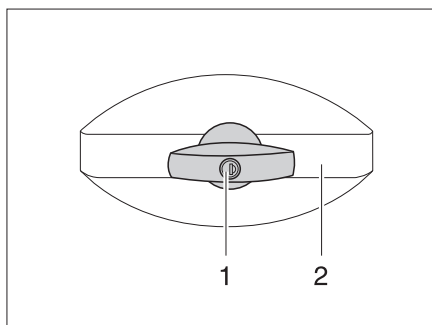

Bild 31 Lucklås, ellipsformat, låst
- Stick in nyckeln i låscylinern (Bild 31,1) och vrid ett kvarts varv moturs. Låshandtaget (Bild 31,2) hakar loss.